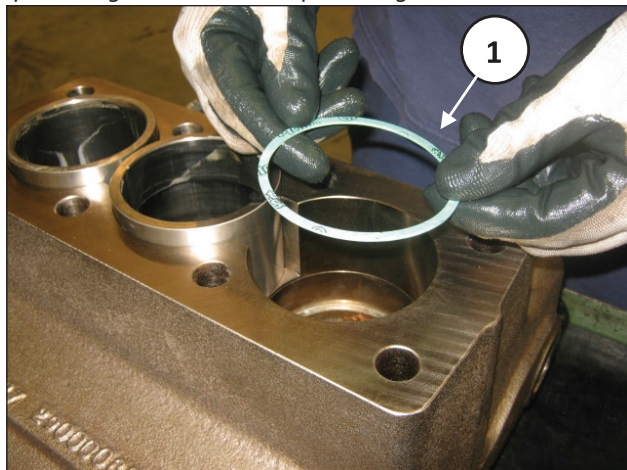
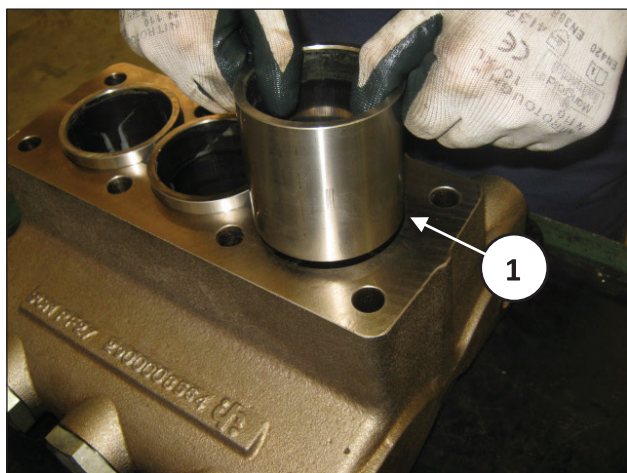

Fig. 139
Fig. 140
Inserire nella sede del cilindro sulla testata le guarnizioni (pos. ①, Fig. 139) ed i cilindri (pos. ①, Fig. 140).